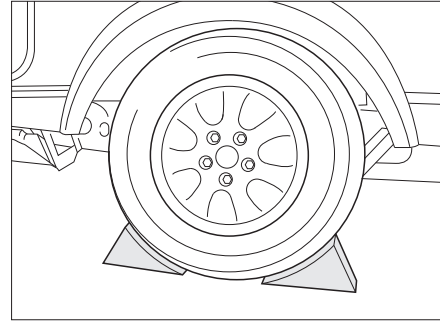

Fig. 187 Bloquer le véhicule
- Placer des sabots de freins ou autres objets similaires contre la roue d'en face pour bloquer le véhicule (Fig. 187).